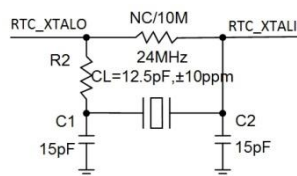

图 4.5 32.768KHz 晶振电路
32.768KHz 晶振电路（晶振负载电容 $CL=12.5\text{pF}$ ），参考电路如图 4.5 所示。